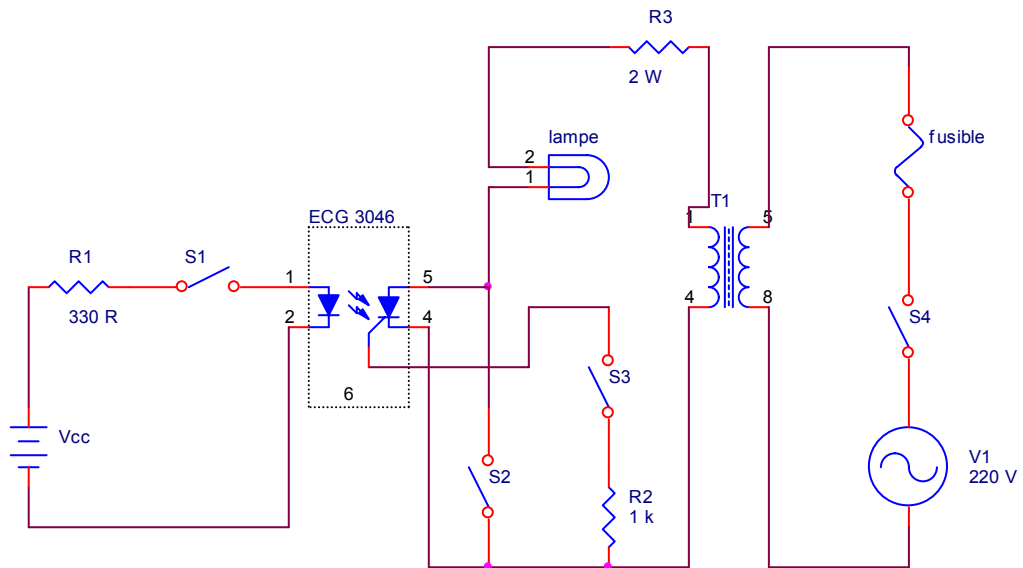

Figure 4-1 : Circuit d'un optocoupleur à sortie LASCR.
2. *Montez le circuit qui apparaît à la figure 4-1.*